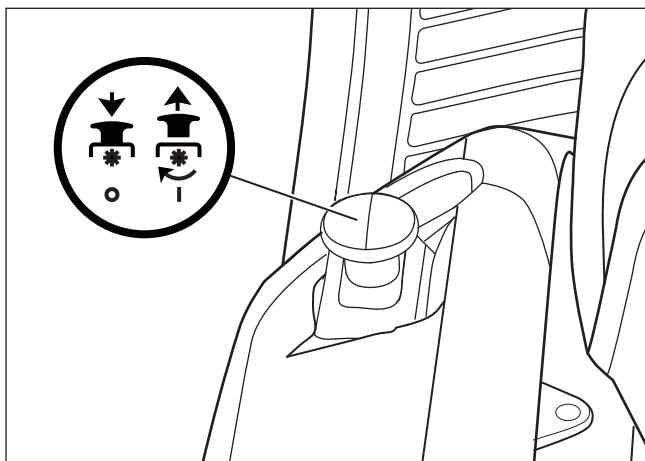

Figura 9
1. Prima di avviare il motore accertarsi che il comando di rotazione lame sia in posizione di DISIMPEGNATO (vedere Figura 9).
2. Quando ci si sposta su marciapiedi o strada, spostare la leva sulla pozione più alta e portare la leva di comando della rotazione lame sulla posizione di DISIMPEGNATO (vedere **Figura 9**).
1. Spingere il comando di rotazione lame in giù alla posizione di DISIMPEGNATO (vedere **Figura 9**).
4. Spostare lentamente il comando di rotazione lame alla posizione di IMPEGNATO (vedere **Figura 9**).
6. Spostare il comando della farfalla sulla posizione VELOCE (vedere **Figura 9**). Se si deve andare più velocemente o più lentamente, fermare l'unità e spostare il pedale di comando della velocità su di un'altra impostazione.